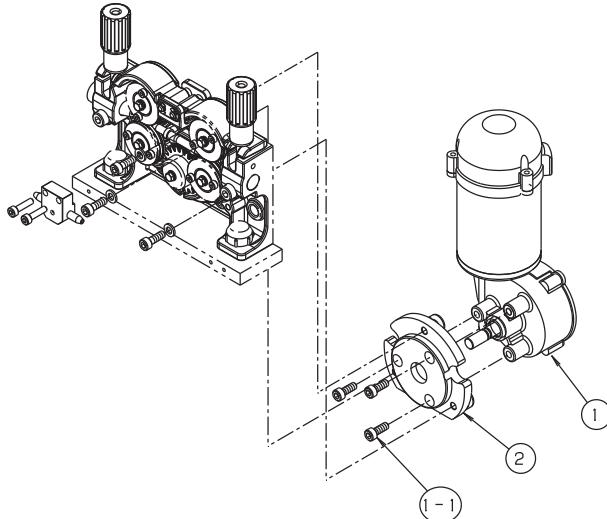

図3. 送給モータ分解図
⑨ パーツリスト(つづき)
9. 3 送給モータ関係(図3)